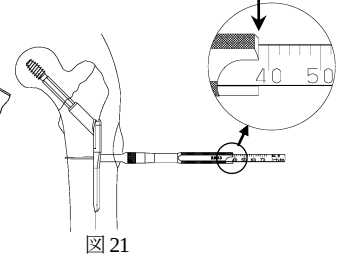

図 21
- ** 16) 45CS デプスゲージの先端フックを内側皮質に引っ掛け、スリーブ端部の位置でスケールを読み取ります。(図 21) 本デプスゲージの計測値は、2mm 突出換算済みです。